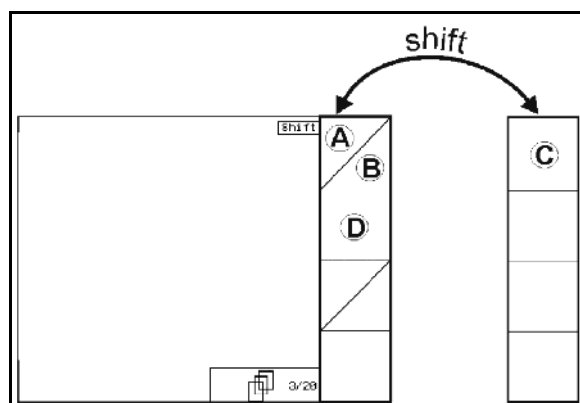

Bild 10
- När du trycker på shift-knappen visas fler funktionsrutor (Bild 10) och funktionsknapparnas funktion ändras.